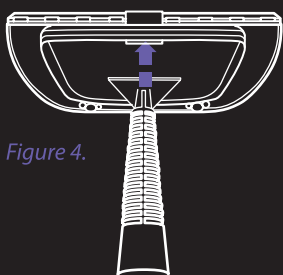

Figure 4.
1. Om ramen en deuren schoon te maken, bevestigt u eenvoudig het raam/deur onderdeel (14) op de textielstomer (13).
2. Verwijder eerst de handdoek hoes (12) van de stomer (13) haak en klik dan in het raam/deur onderdeel.
3. Bevestig het onderdeel aan de verlengde aansluitsproeier en maak uw ramen en deuren gemakkelijk schoon met de rubberen wisser (afbeelding 4).